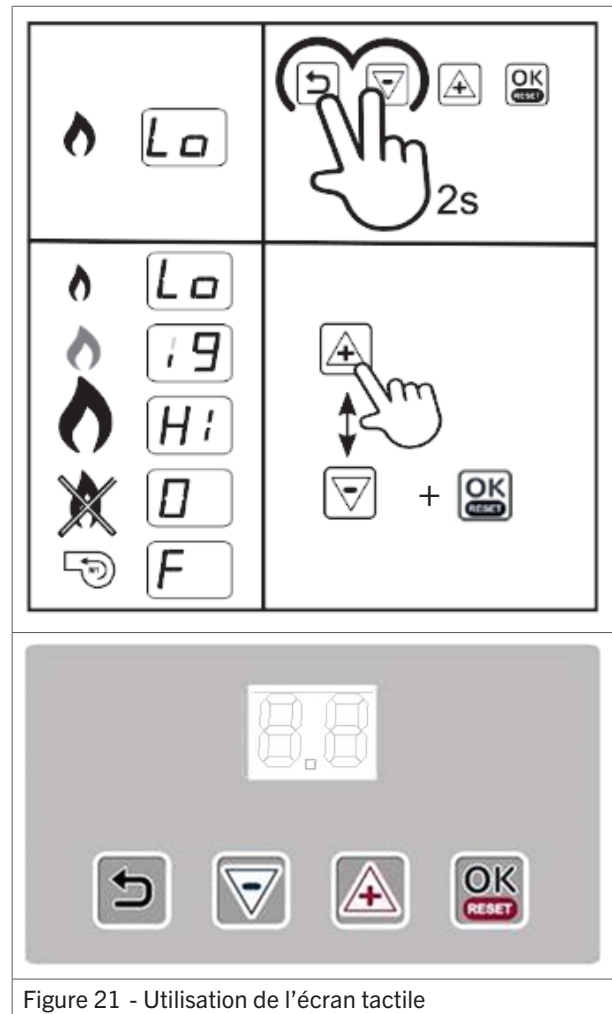

Figure 21 - Utilisation de l'écran tactile
1. Appuyer pendant quelques secondes sur les touches **Retour** et (-) (figure 21). L'écran affiche alternativement les indications Lo et St, ce qui indique que l'aérotherme démarrera à la puissance minimale.
2. Appuyer sur les touches (+) et (-) pour sélectionner alternativement les puissances maximale et minimale (figure 21).